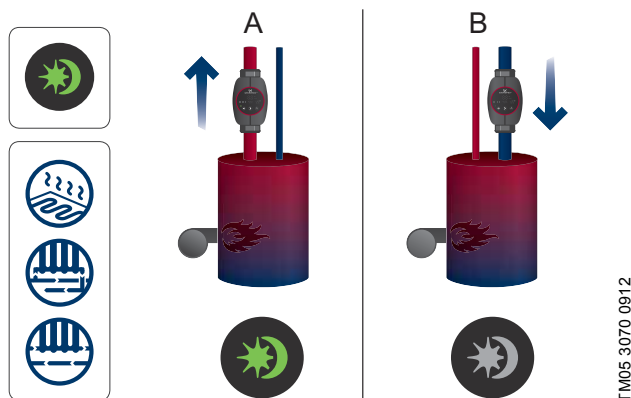

Fig. 22 Automatisk nattsänkning
- Pumpen ska vara installerad i framledningen. Se fig. 22, pos. A. Automatisk nattsänkning fungerar inte om pumpen är installerad i returledningen. Se fig. 22, pos. B.